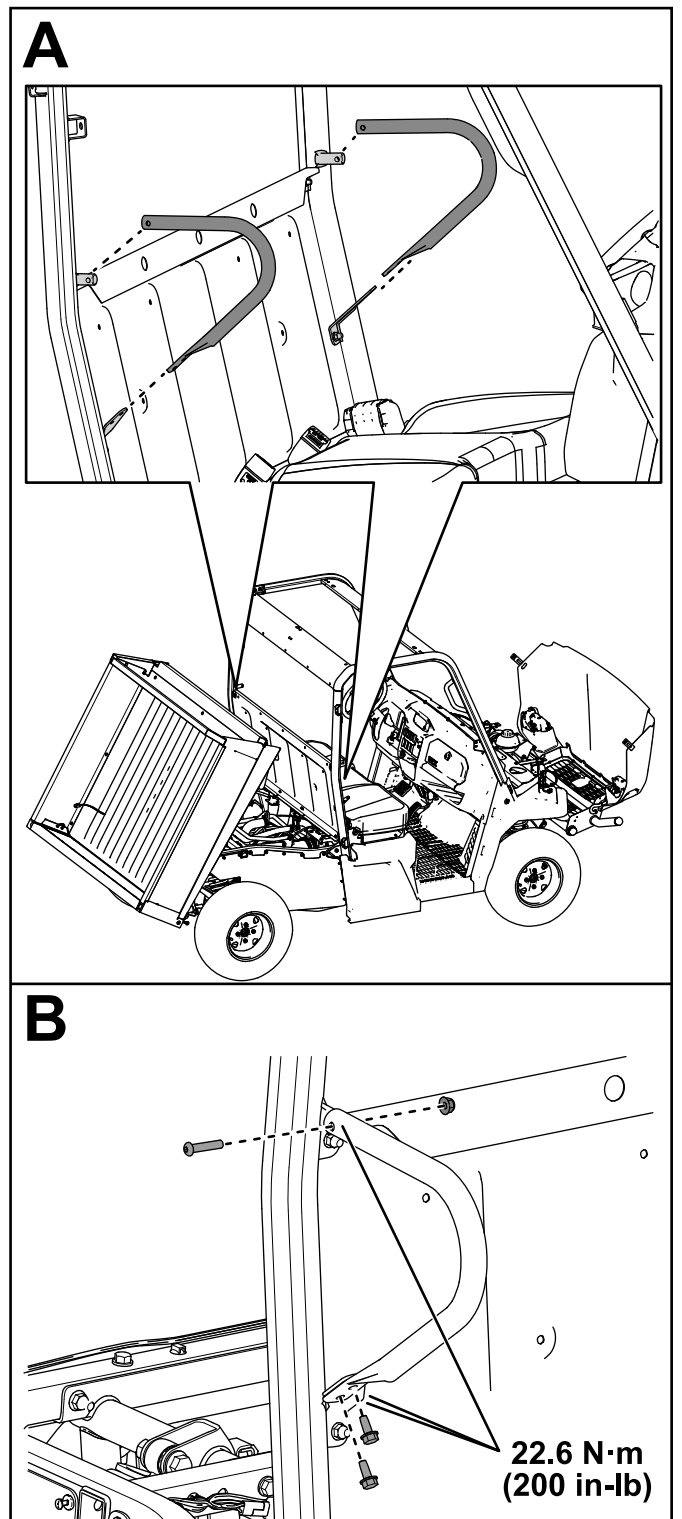

Figura 21
16. Fije las 2 barras de seguridad de los hombros en los conjuntos traseros de la barra antivuelco con 4 tornillos autorroscantes (5/16" x 3/4"), 2 pernos de cabeza de botón (5/16" x 1 1/2") y 2 contratuercas (5/16"), como se muestra en la Figura 21.
Apriete las contratuercas (5/16") a 22.6 N·m (200 pulgadas-libra), como se muestra en la Figura 21.